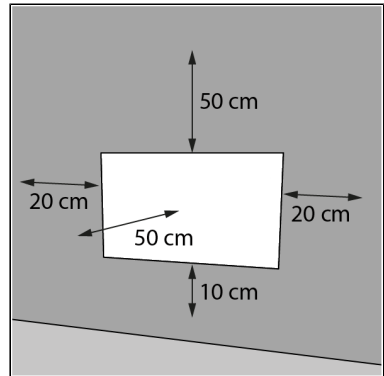

Abbildung 30.
2. Platzieren Sie das Gerät mit einem Mindestabstand (Abbildung 30) von: